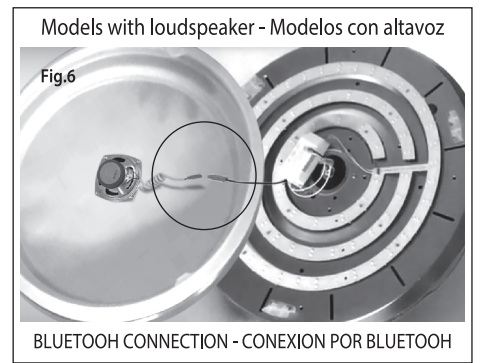

Fig.6
- 6) Bei den Modellen mit SPEAKER wird das Kabel an den Lautsprecher angeschlossen, der sich im Diffusor befindet (Fig. 6).